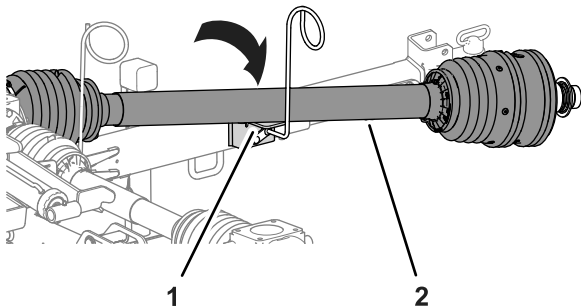

Figura 9
2. Spostate l'albero di trasmissione della PDF sul supporto per l'albero di trasmissione della guida del flessibile (Figura 9).